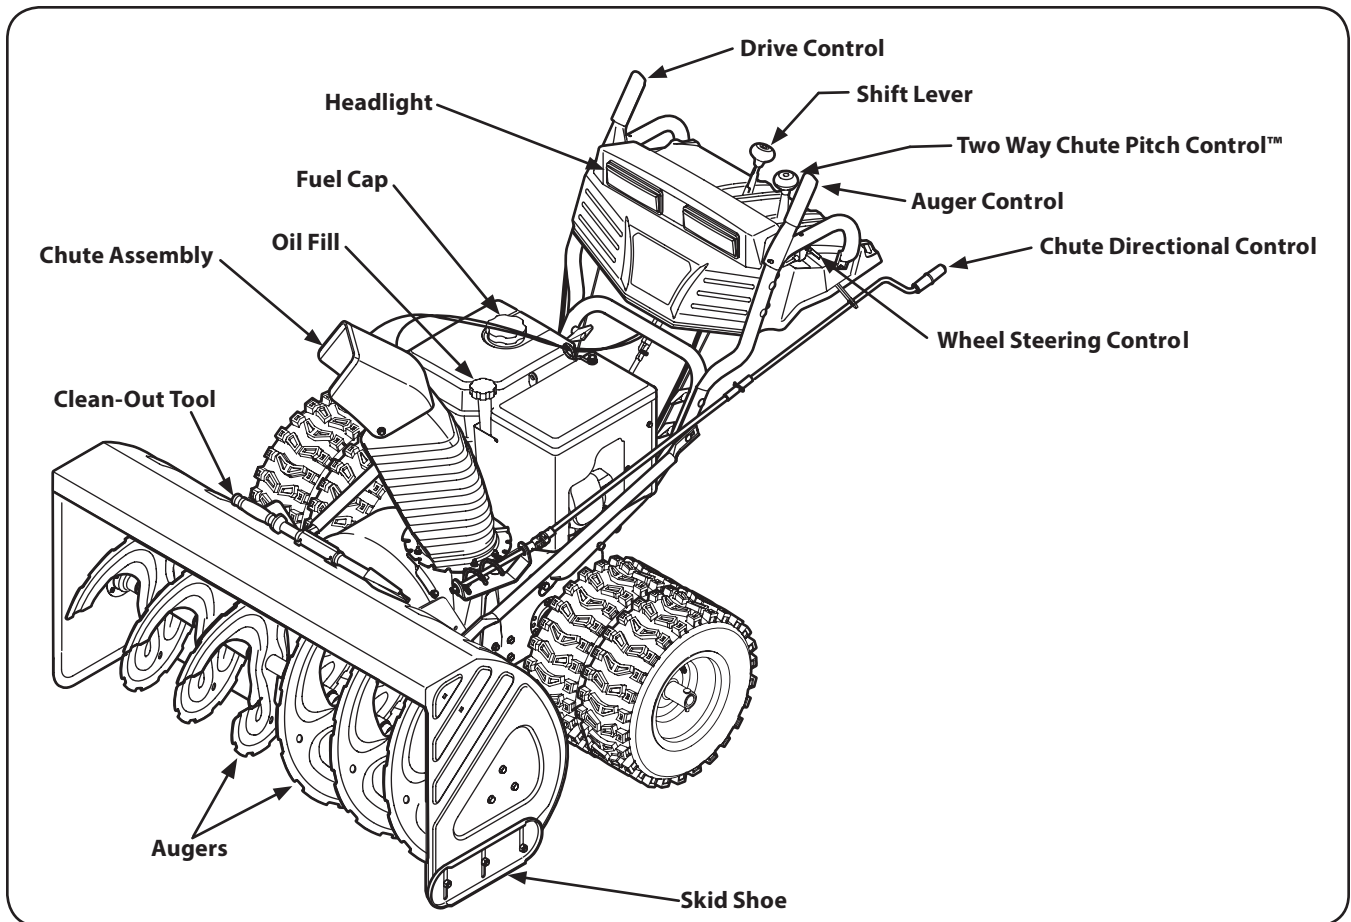

Figura 4-1
3. Para hacer girar la máquina quitanieve a izquierda o derecha, apriete el control respectivo de dirección de las ruedas. Vea la Figura 4-1.